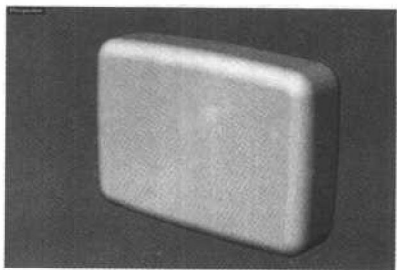

图 1.14 倒角后使用 Shade 模式观察
- (2) 换到 Perspective 视图，选择 Shade（渲染物体） 工具，在 Shade 模式下预览寻呼机的外形。现在看到的寻呼机还是比较丑陋的。
- (3) 选择 Fillet Edge（倒角边缘） 工具，点取寻呼机的上下边缘，在命令栏中输入数字 1.5，单击鼠标右键结束操作。现在的寻呼机有了倒角，如图 1.14 所示。